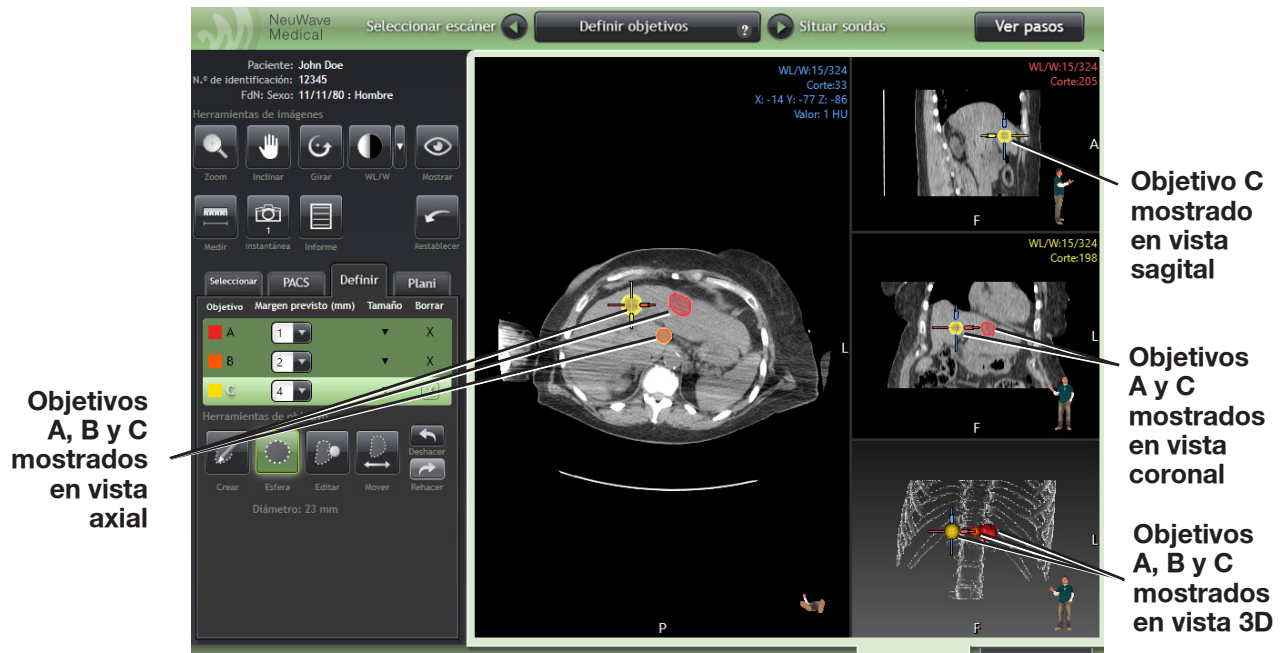

Figura A-7: Herramienta Esfera. Pantalla Definir objetivos que muestra la herramienta Esfera activa (fondo verde) en el panel inferior izquierdo.
Use la herramienta **Esfera** para crear rápidamente un objetivo de ablación perfectamente esférico, en vez de segmentar un objetivo usando la herramienta **Crear** (Figura A-7). También puede usar la herramienta **Esfera** para definir un área que se haya tratado.
5. Empiece a crear el objetivo. En la vista de imagen activa, intente centrar el ratón sobre el tejido que desee marcar como objetivo. La herramienta anticipa el área creando un contorno esférico de color verde allí donde usted ubicó el cursor por primera vez, como se muestra en la Figura A-7.
6. Mueve la rueda del ratón hacia delante para que la herramienta amplíe el diámetro de la esfera. Haga rodar la rueda hacia atrás para reducir el diámetro. El diámetro del objetivo esférico se muestra junto a la esfera dibujada y junto al botón de herramienta **Esfera**. Haga clic con el botón izquierdo del ratón cuando el área del objetivo que desee se vea envuelta en el contorno verde de previsualización. Al terminar, el objetivo pasa a ser del color asignado en la tabla de selección de objetivos en la parte izquierda de la pantalla (Figura A-7).
7. Se crearon dos objetivos con la herramienta de esfera en la vista axial del ejemplo que se muestra en la Figura A-7: un objetivo de 20 mm de diámetro (B, contorno naranja), y un objetivo de 23 mm de diámetro (C, amarillo). El punto de referencia (crosshairs) está situado en el centro del objetivo C para que este pueda verse en la vista sagital, y los objetivos A y C en la vista coronal. La tabla de selección de objetivos del panel izquierdo muestra los objetivos A, B y C definidos con márgenes de 1, 2 y 4 mm, respectivamente.